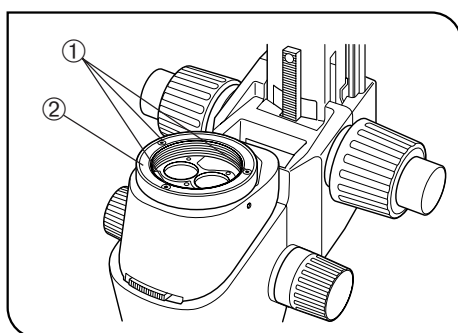

Fig. 27
(Figs. 27 a 29)
3. Saque el objetivo del cuerpo del microscopio con zoom y a continuación, extraiga el soporte del objetivo ② aflojando los tres tornillos de sujeción ① con la ayuda de la llave Allen proporcionada (para tornillos M3). (Fig. 27)